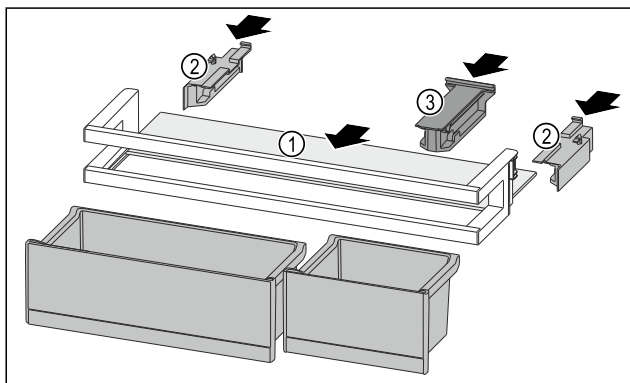

Fig. 151
- Inserire il ripiano Fig. 151 (1) negli incavi laterali.
- Inserire gli elementi laterali Fig. 151 (2).
- Inserire l'elemento di tenuta Fig. 151 (3).